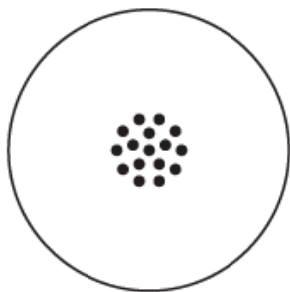
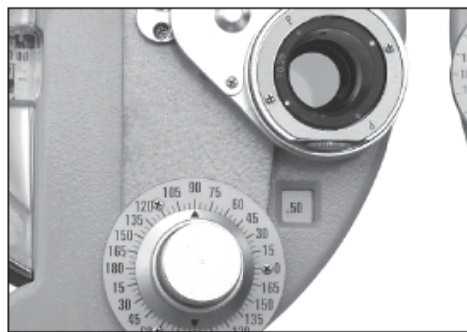
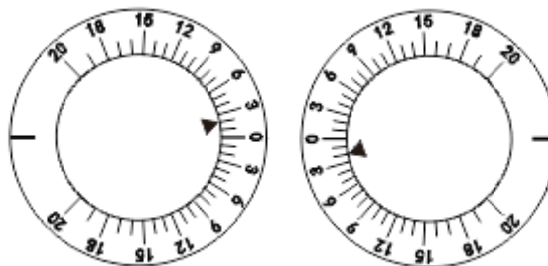

Abb.34
Abb.35
Abb. 41
- (2) Projizieren Sie das Punktdiagramm des Kreuzzylinders wie in Abb. 34 gezeigt. Drehknopf drehen ㉑ mit Finger zum Drehen der Kreuzzylinderlinse ㉒. Bitten Sie den Testteilnehmer dann, die beiden Bilder zu vergleichen, die er vor und nach dem Drehen der Kreuzzylinderlinse sieht. Stoppen Sie auf der besseren Seite. Wenn zum Beispiel das, was der Testteilnehmer sieht, am klarsten ist, wie in Abb. 35 der Kreuzzylinderlinse gezeigt, drehen Sie den Zylinderlinsen-Achsenknopf ㉓ um die Achse der Kreuzzylinderlinse um 5° in Richtung des roten Punktes zu verschieben, damit die Position der Zylinderlinsenachse skaliert ㉔ ist auf 95° positioniert.
(6) Verwenden Sie das in Abb. 34 gezeigte Kreuzzylinder-Punktdiagramm mit dem gleichen Verfahren wie in (2) beschrieben. Bitten Sie den Testteilnehmer nun, die Diagramme zu vergleichen, die er sieht. Das Ergebnis ist als Abb. 38 dargestellt. Wenn die Testperson das klarste Diagramm sieht, wenn der rote Punkt mit dem Buchstaben P übereinstimmt (wie in Abb. 38 gezeigt), bedeutet dies, dass sich die Dioptrie der Testperson um 0.25 dpt hat (jetzt beträgt die Dioptrienstärke der Testperson 0.75 dpt).
ein. Tests werden für das linke und das rechte Auge unabhängig durchgeführt, wobei für beide Augen ein binokulares Prisma verwendet wird. Im Allgemeinen werden diese Tests als binokularer Gleichgewichtstest bezeichnet. Stellen Sie beide Augen auf O. Verwenden Sie die Tabelle in Abb.34 und stellen Sie die Prismen als $2\Delta U$ (rechtes Auge) und $2\Delta D$ (linkes Auge) ein (siehe Abb.41).